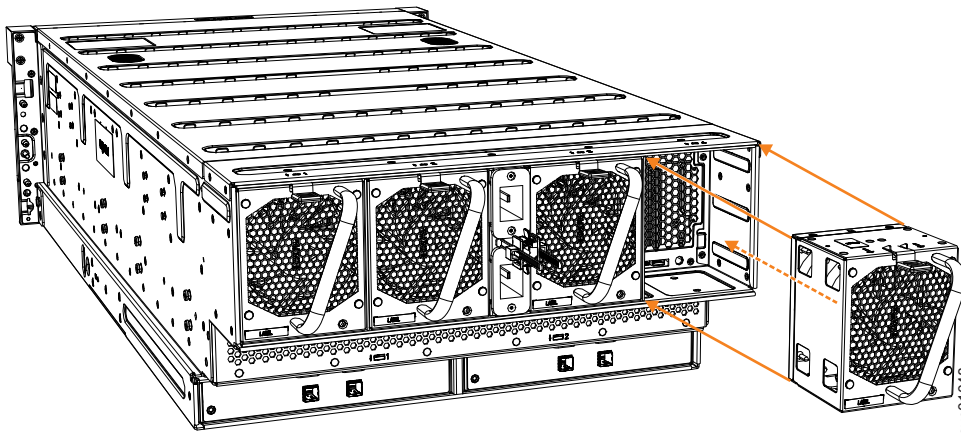

Figura 102. Sustituir módulo de ventilador
2. Inserte cuidadosamente el módulo de ventilador en el chasis hasta que encaje en su sitio, como se muestra en la Figura 102.